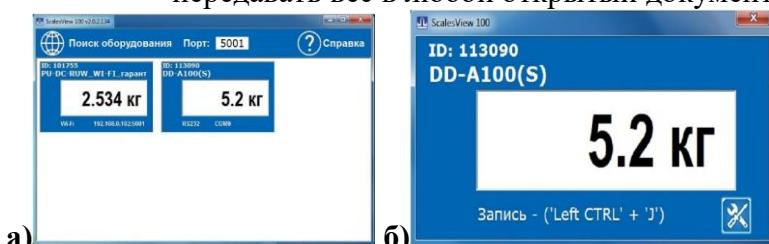

Рис. 6.4 Примеры экранов программы "MACCA-K: Scales View100".
- осуществлять поиск и идентификацию одновременно подключенных нескольких модулей и весов по портам USB, RS-232, и в локальных сетях Ethernet и Wi-Fi (Рис. 6.4а);
- в online-режиме отображать работу найденных весовых устройств (Рис. 6.4а);
- передавать вес в любой открытый документ (Рис. 6.4б).